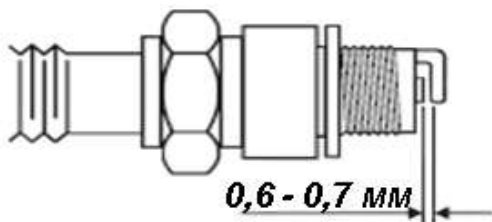

Рисунок 7. Величина зазору між електродами свічки запалювання.
5. Виміряти зазор між електродами у межах 0,6-0,7 мм (рис. 7).